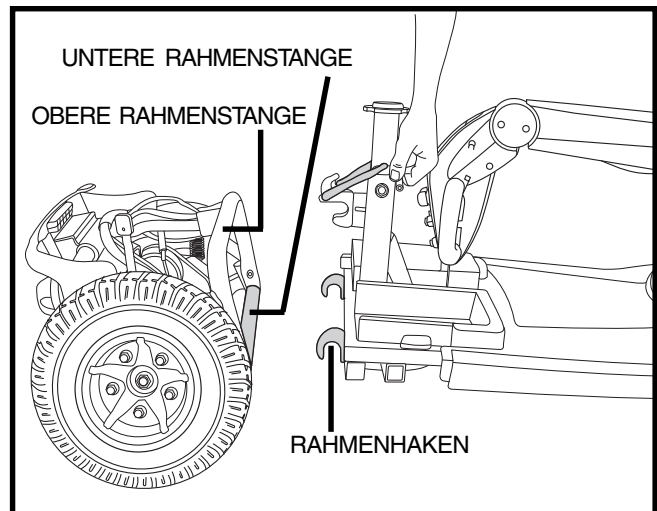

Abb. 25. Trennung der Rahmenteile
3. Heben Sie das Vorderteil nach oben, bis sich die Rahmenhaken des vorderen Rahmenteils vom hinteren Teil lösen. **Siehe Abb. 25.**
4. Trennen Sie vorsichtig die beiden Teile. **Siehe Abb. 25.**